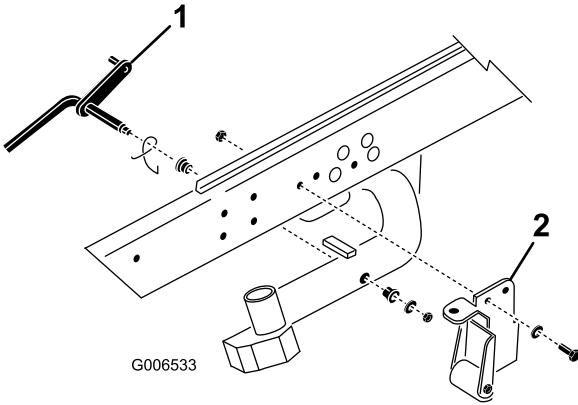

図3
- ピボット・ロッドを昇降アーム 2 番に固定しているロックナットとワッシャを外す(図 3)。昇降アームから、ピボット・ロッドとスプリングを取り外す。昇降アーム 1 番および 3 番にも同じ作業を行う。